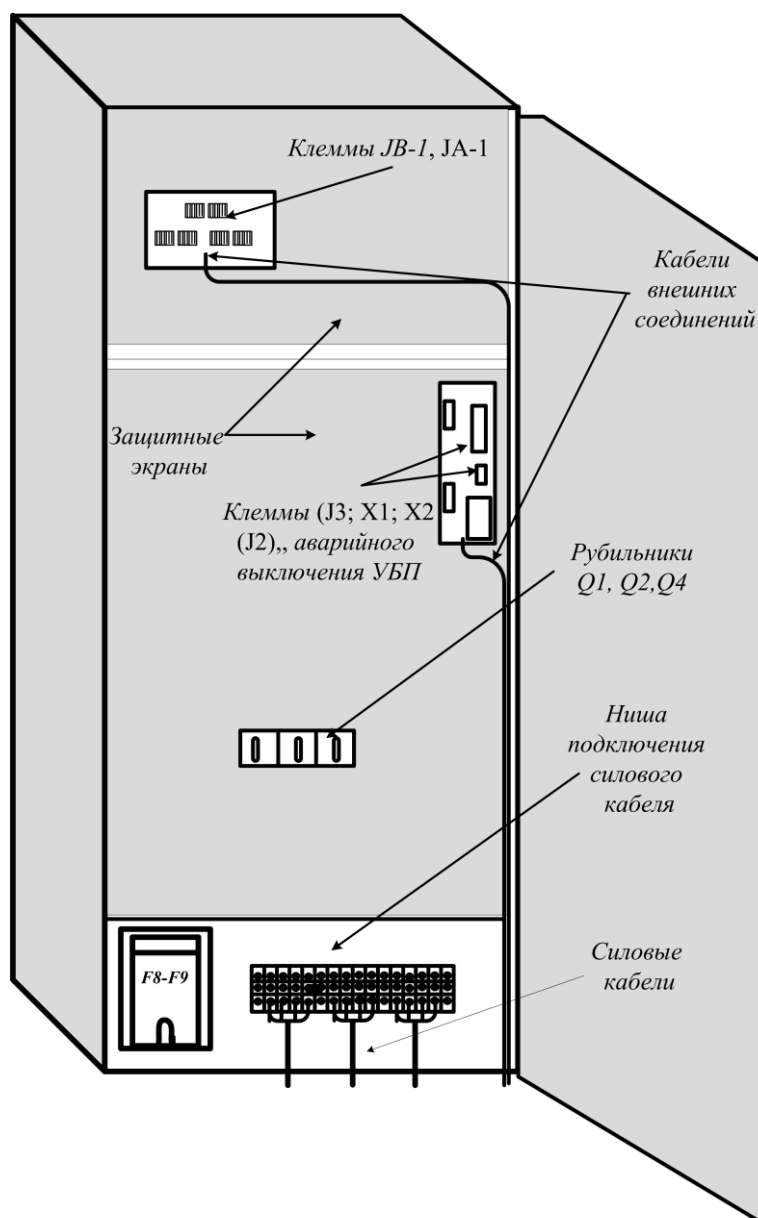
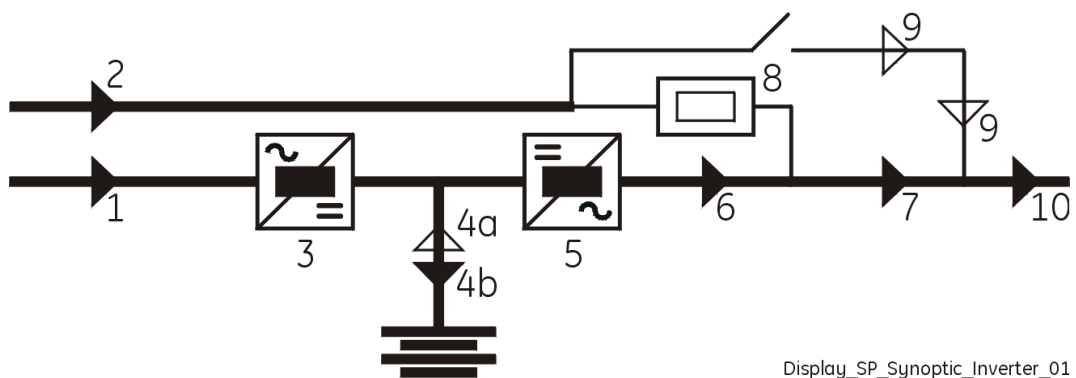

Рисунок 1. Зоны осмотра соединений внешних подключений
Рисунок 2. ЖК-дисплей показывает статус «нагрузка на инверторе» (нормальный режим)
- убедиться, что УБП функционирует в режиме нормальной работы, инвертор питает нагрузку, выключатели Q1 и Q4 включены, а Q2 выключен. Предохранители батареи F8–F9 вставлены (см. рис. 1). На ЖК-дисплее отображается режим нормальной работы «нагрузка на инверторе» (см. рис. 2);
ЖК-дисплей отображает информацию «нагрузка на инверторе» (см. рис.2 данной карты).